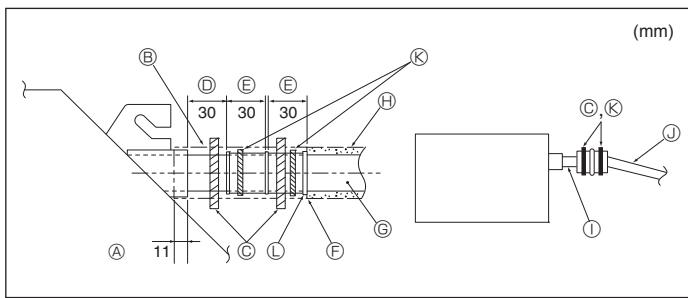

Fig. 6-2
1. Conecte el tubo de desagüe (suministrado con la unidad) al orificio de desagüe. (Fig. 6-2) (Sujete el tubo con cinta aislante y asegure la conexión con una abrazadera.)